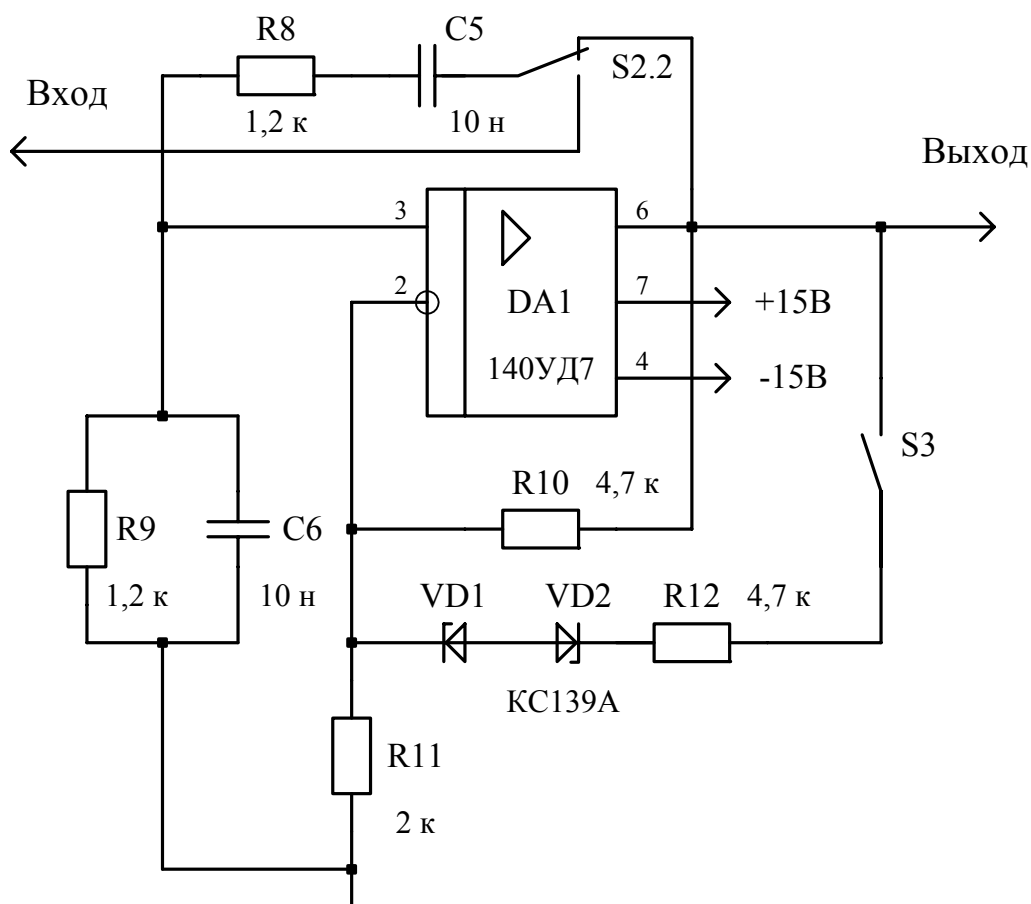

Рис. 4.2. Генератор с мостом Вина
Генератор с мостом Вина (рис.4.2) также использует RC – цепь, которая имеет нулевой фазовый сдвиг на частоте
Изучить принципиальную схему генератора с мостом Вина (рис.4.2).
4.3.6. Рассчитать частоту генерации для схемы на рис.4.2.